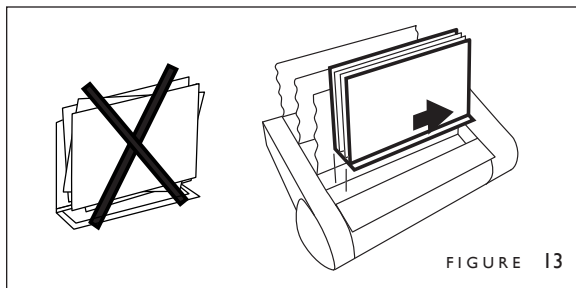

FIGURE 13
4. Ajustez la couverture et les pages du document sur l'avant de la partie plane du boîtier afin qu'elles soient bien alignées. Disposez le document assemblé dans la zone de reliure et faites-le glisser complètement vers la droite (figure 13). Assurez-vous que toutes les pages du document sont correctement alignées avec les côtés supérieur et gauche.